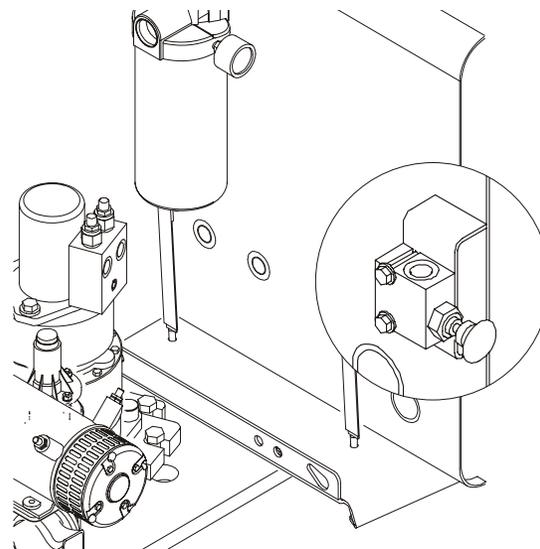

Figura 4-8. Valvola di riposizionamento in orizzontale
3. Tirare e trattenere la manopola rossa di riposizionamento in orizzontale situata presso la valvola di comando principale. Vedi Figura 4-8.